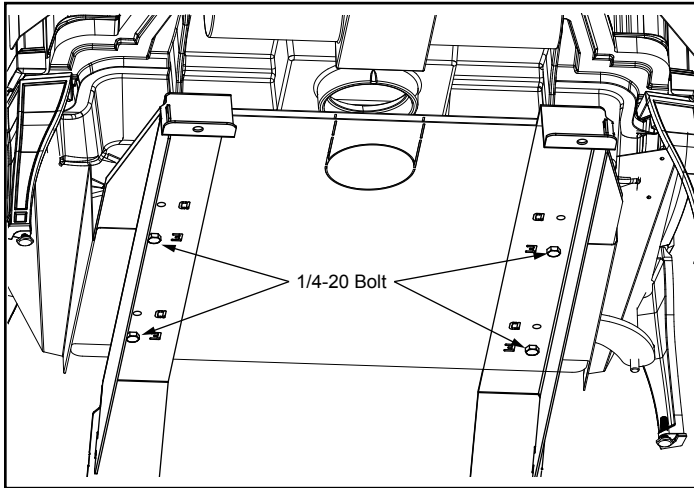

Figure 5.1 - Retirez la vanne du support de vanne.
Retirez l'appareil des supports de transport en dévissant les (2) boulons à tête hexagonale de 1/4-20 de chacun des supports en laissant les supports attachés à la palette (figure 5.1). (Gardez les boulons à tête hexagonale de 1/4-20, car ils seront nécessaires plus tard pour installer l'écran thermique.)